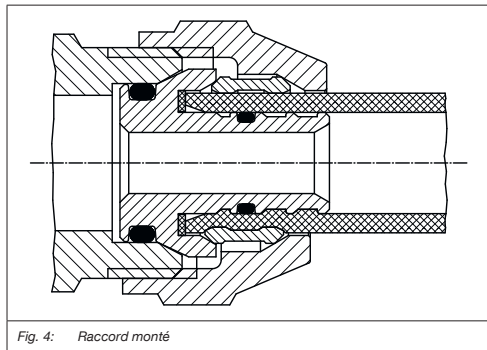

Fig. 4: Raccord monté
- Monter le raccord à serrage (voir Fig. 4).